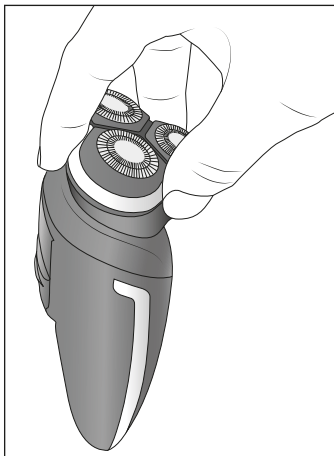

Fig. 2
- 1) Prindeți unitatea de tăiere ❷ cu trei degete de concavitățile de prindere ❸ și scoateți unitatea (a se vedea fig. 2).